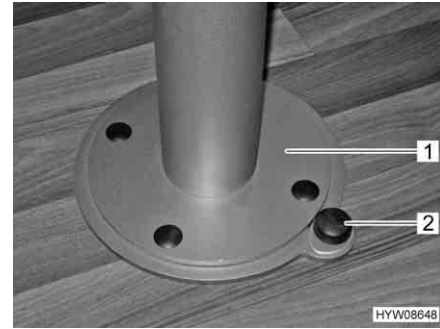

Fig. 51 Piede del tavolo, sbloccaggio del dispositivo di rotazione
- Spingere verso il basso il bottone (Fig. 51,2) del bloccaggio.
- Ruotare il piede del tavolo con il piano del tavolo (Fig. 51,1) nella posizione desiderata.